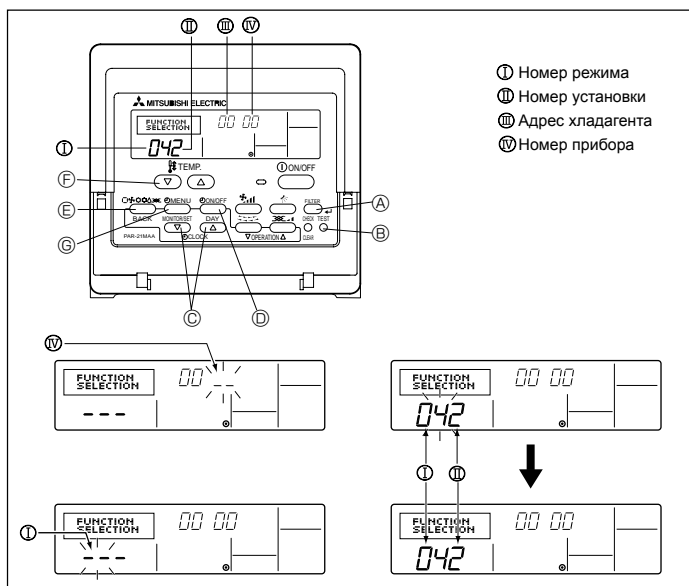

Fig. 6-8
- 1) Для проводного пульта дистанционного управления (Fig. 6-8)
- Перейдите в режим установки функций. Выключите пульт дистанционного управления. Одновременно нажмите кнопки (A) FILTER (ФИЛЬТР) и (B) TEST RUN (ПРОБНЫЙ ПРОГОН) и держите их нажатыми не менее 2 секунд. Начнет мигать индикация
- С помощью кнопки (C) установите адрес хладагента (III) на 00.
- Нажмите (D), и на дисплее номера прибора (IV) замигает индикация [--].
- С помощью кнопки (C) настройте номер прибора (IV) на 00.
- Нажмите кнопку (E) MODE (РЕЖИМ) для того, чтобы присвоить значение адреса хладагента/номера прибора. В течение нескольких секунд на дисплее номера режима (I) замигает индикация [--].
- Нажатием кнопок (F) установите номер режима (I) на 04.
- Нажмите кнопку (E), и на дисплее замигает текущая настройка номера установки (II). С помощью кнопки (C) переключите номер установки в соответствии с напряжением в используемой сети электропитания. Напряжение в сети электропитания